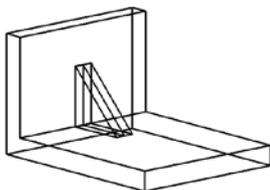

图 17.11.4 三维拉伸实体对象——肋
Step4. 创建图 17.11.4 所示的三维拉伸实体对象——“肋”。